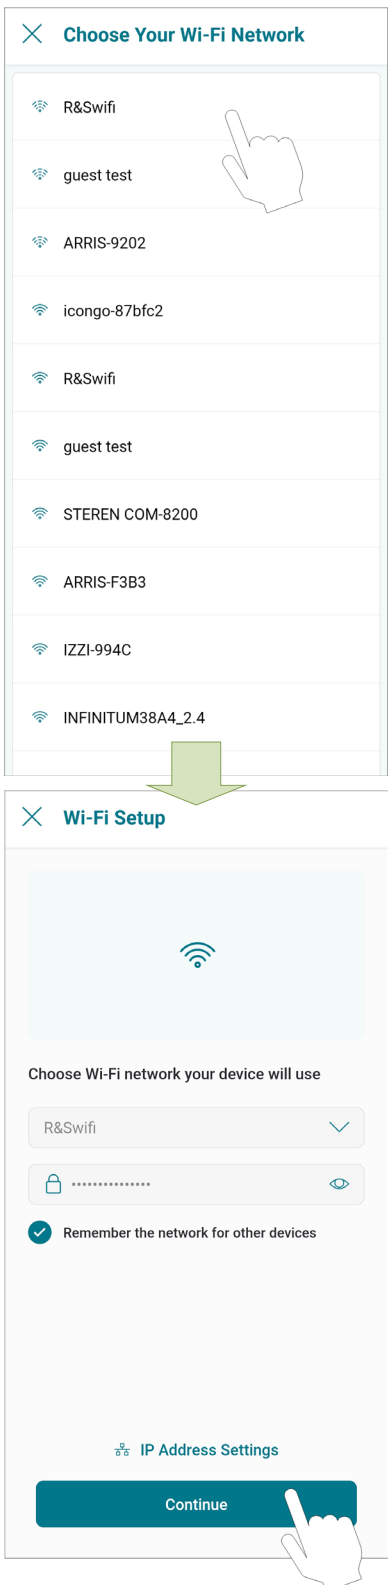

Figure 85. Configuration Wi-Fi
5. L'écran Configuration Wi-Fi (Wi-Fi Setup) s'affiche. Sélectionnez ou entrez le réseau Wi-Fi auquel vous souhaitez connecter votre appareil et saisissez le mot de passe réseau, voir **Figure 85**.